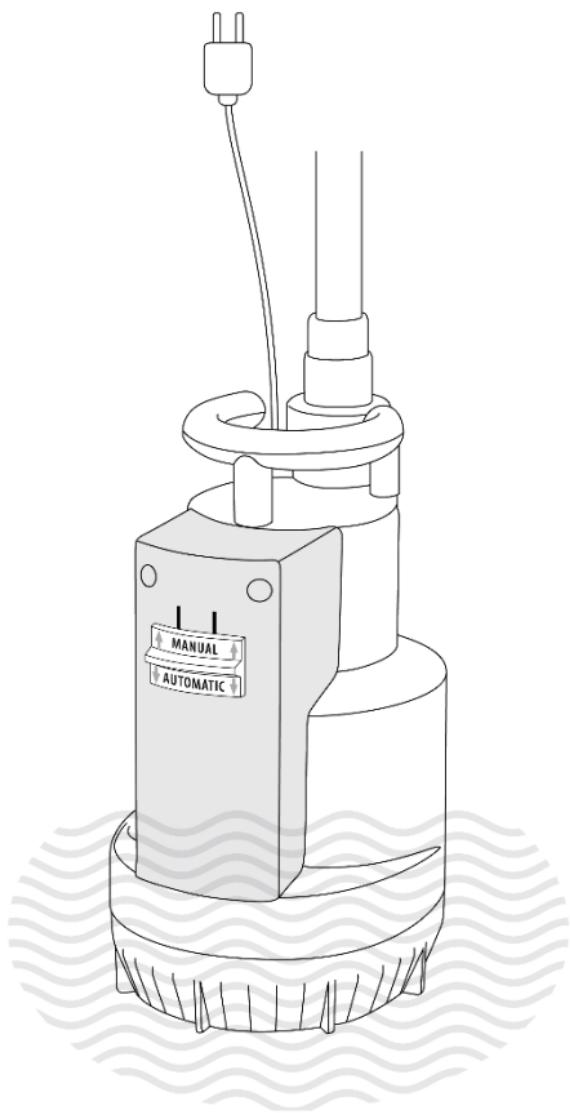

Fig. 2
- Wanneer de schakelaar in de positie 'Automatic' staat, zal de pomp starten wanneer het water niveau hoger is dan 12 cm (Fig. 2).